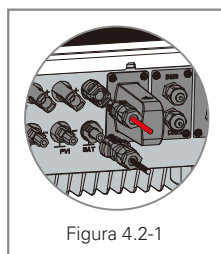

Figura 4.2-1
- **Collegamenti della batteria:** accertarsi che i collegamenti tra l'Hybrid Inverter A-3 e la batteria e le relative polarità (+/-) non siano invertiti. Si veda la figura 4.2-1